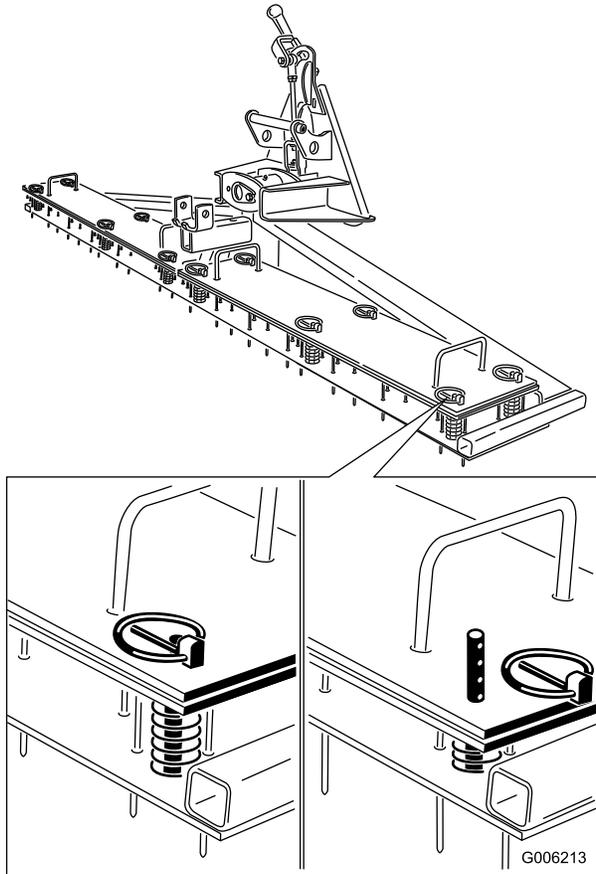

Figure 5
1. Retirez les goupilles à anneau des axes de chape (Figure 5).